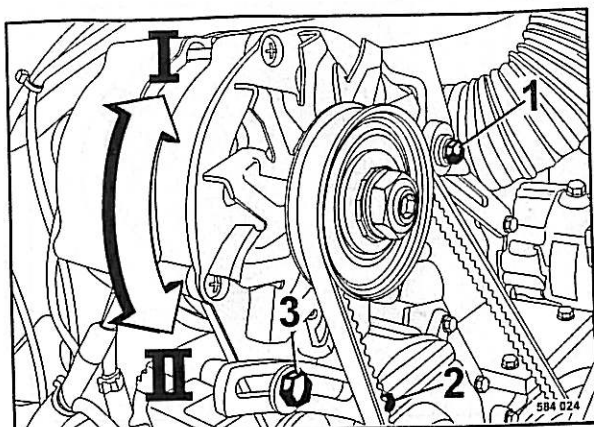

Fig. 93
- Soltar ligeramente los tornillos de fijación 1, 2 y 3 (Fig. 93).